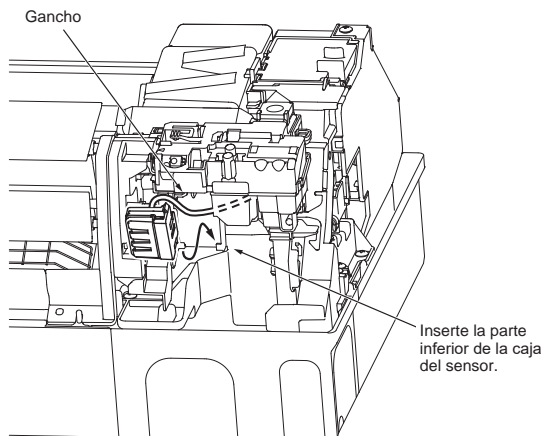

Fig. 3
- 4) Inserte el sensor de refrigerante en la dirección de la flecha y fíjelo con el gancho. (Fig. 3)